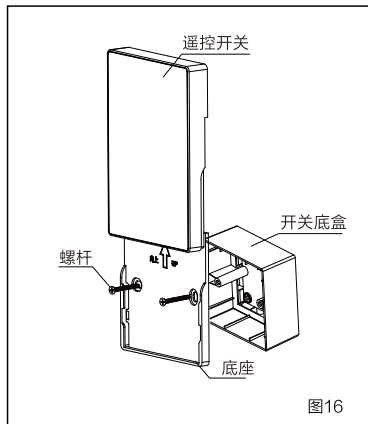

图16
① 安装方式1：用螺杆把遥控器底座固定在底盒上（图16），将遥控器插入底座，接通主机电源，确认产品各项功能正常。